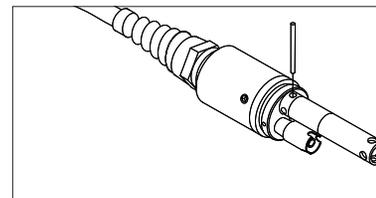

Figure 4. Outil d'installation utilisé pour serrer l'écrou de retenue en acier inoxydable du capteur de conductivité/température 5560.
6. Une fois qu'il est complètement installé, l'écrou s'appuie à plat contre le raccord. Ensuite, utilisez l'outil fourni avec le capteur pour tourner l'écrou d'un quart ou d'un demi-tour supplémentaire afin qu'il ne se desserre pas (Figure 4). Ne les serrez PAS excessivement.